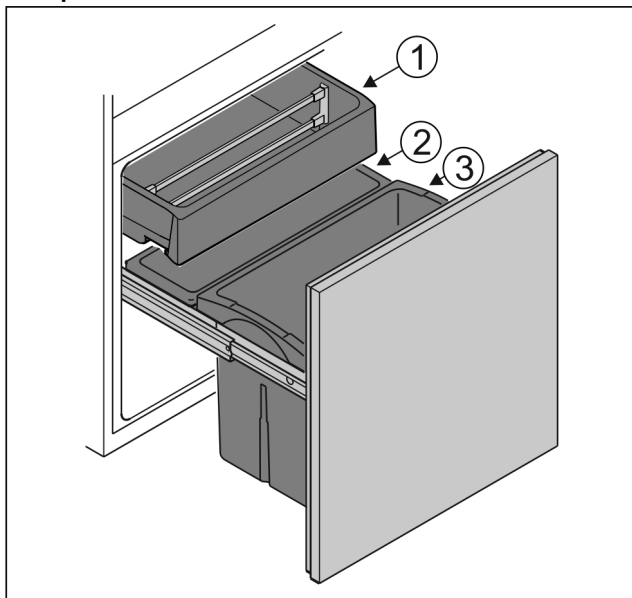

Fig. 4
- ▶ Nádoba Fig. 4 (1): Vkládejte nezabalenou zeleninu a jižní plody.
- ▶ Nádoba Fig. 4 (2): Vkládejte nezabalené drobné druhy ovoce a zeleniny.
- ▶ Nádoba Fig. 4 (3): Vkládejte jednotlivé láhve.